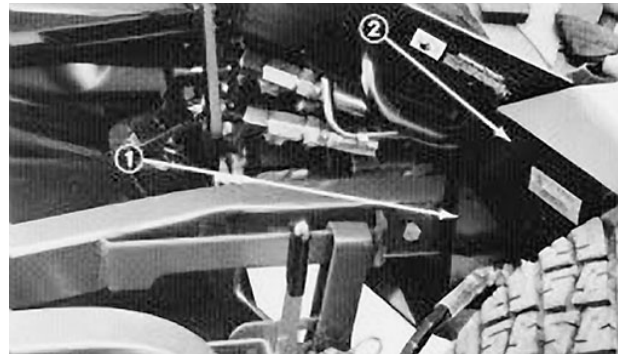

Figure 67
4. Enlever les (2) vis de montage et contre-écrous qui fixent les bâtis de support des unités de coupe aux bras de relevage du groupe de déplacement (Fig. 67).